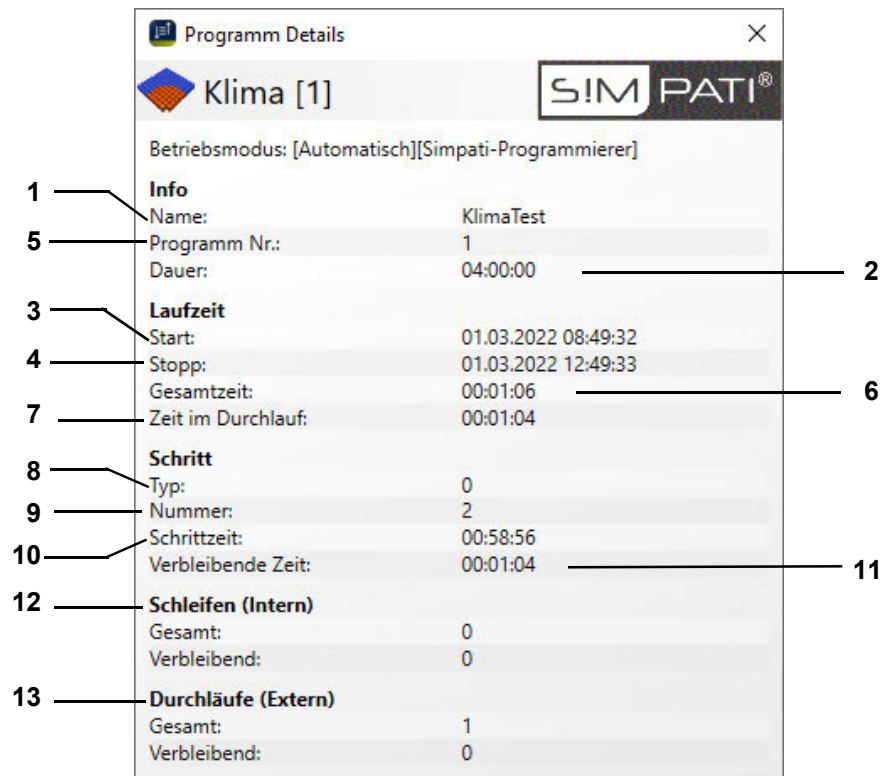

Fig. 10-4 Fenêtre d'informations à propos du mode automatique/Programme
- 11 En mode automatique / mode programme, un menu contenant des informations sur le programme d'essais est disponible → Fig. 10-4 »Fenêtre d'informations à propos du mode automatique/Programme« (page 91).